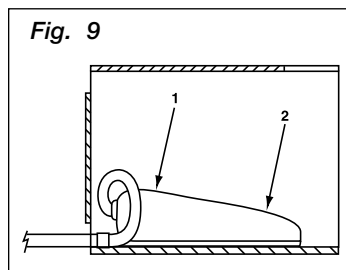

Fig. 9
5.4 Soupapes commandées par interrupteur au pied (voir figure 9).